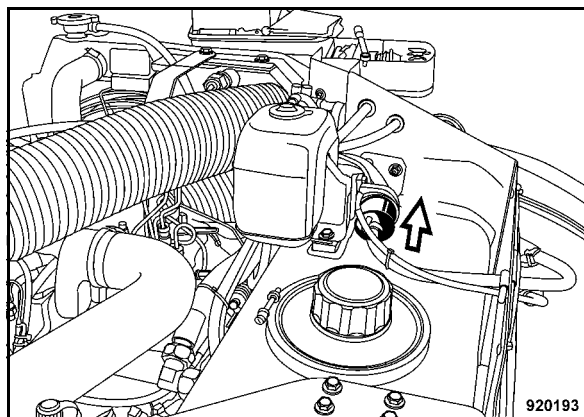

Fig. 116
- Allentare le fascette serratubo (Fig. 116).